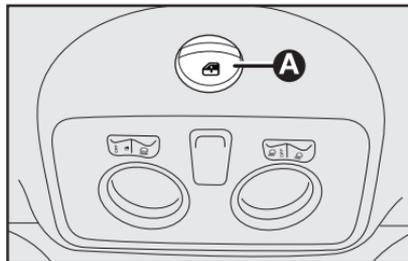

fig. 51
Los comandos **A-fig. 51** próximos a la luz interna delantera comandan las funciones de apertura/cierre del techo solar.
Presionar el interruptor **A-fig. 51** y mantenerlo presionado, el panel de vidrio del techo solar quedará en la posición “spoiler”. Presionar nuevamente el interruptor **A-fig. 51** y, actuando en el comando por más de medio segundo, se inicia el movimiento del vidrio del techo, que prosigue automáticamente hasta el final del recorrido. El vidrio del techo puede ser bloqueado en una posición intermedia actuando nuevamente en el interruptor.
A partir de la posición de apertura completa, accionar el interruptor **A-fig. 51** y, actuando en el interruptor por más de medio segundo, el vidrio delantero del techo quedará automáticamente en la posición “spoiler”. Accionar nuevamente el interruptor **A-fig. 51** y mantenerlo presionado hasta el cierre completo del panel. Si se deja de presionar el interruptor antes
- presionar el interruptor **A-fig. 51** en la posición de cierre;